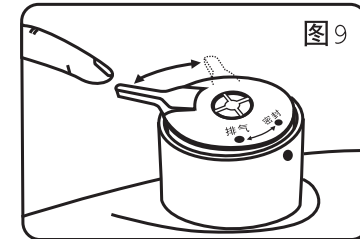

图9
- 5、放置好限压放气阀，并确认限压放气阀已处于密封的位置。(见图9)